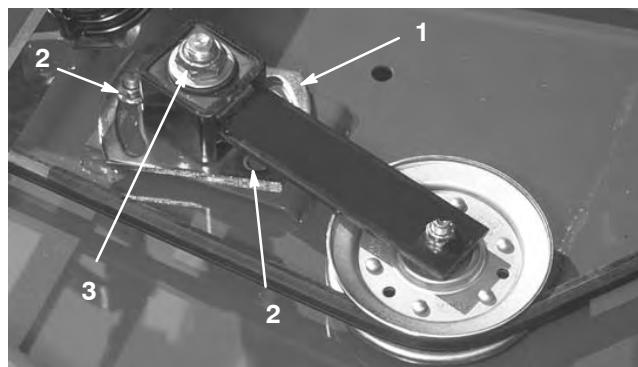

Bild 33
3. Lösen Sie die zwei Muttern, mit denen die Spannscheibenplatte befestigt ist. Ziehen Sie die Spannscheibenmutter mit einem Schraubenschlüssel auf 24–41 Nm an (Bild 33).